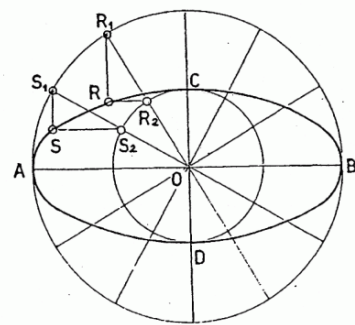

Figura 8
- Esercizio n.8 Disegnare un'ellisse dati i due assi AB e CD (Figura 8).